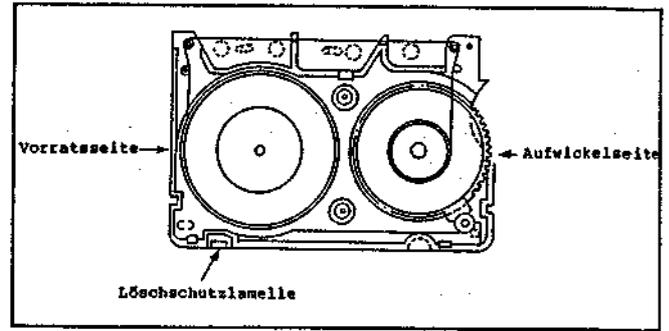

Abb. 1-1 VHS-C-Kassette
2. VHS-C-Kassette (Abb. 1-1)
Das Volumen der VHS-C-Kassette beträgt etwa 1/4 der VHS-Standard-Kassette, wie es der Tabelle 1-1 entnommen werden kann. Die Lichtquelle und das Lichtempfangselement des Bandendensensors sind außerhalb der VHS-C-Kassette angeordnet und unterscheiden sich daher von der VHS-Standard-Kassette. Die VHS-C-Kassette ist gleich wie die VHS-Standard-Kassette mit einer Löschsutzlamelle ausgerüstet. In Abb. 1-1 ist die VHS-C-Kassette mit abgenommener oberer Gehäusehälfte dargestellt. Wie dieser Abbildung entnommen werden kann, ist die VHS-C-Kassette dadurch gekennzeichnet, daß die Aufwickelspule von Zahnrädern angetrieben wird. Aufgrund dieser Tatsache verfügt der VHS-C-Kamerarekorder über keinen Aufwickelteller, da das Band mit Hilfe von Zahnrädern aufgespult wird.